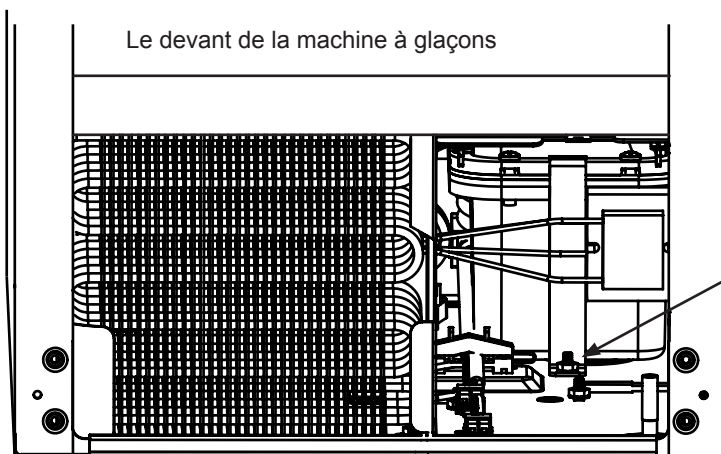

Figure 40
3. Ôtez les supports avant et arrière de la pompe de drainage (Voyez les Figures 40, 40a et 41).